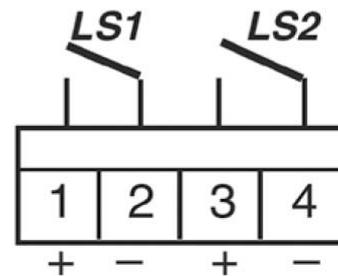

Рисунок 8. Подключение выключателей
### Выключатели (рис. 8)
Установите лепестковый блок (4) и закрепите его винтами. Схема электрического подключения приводится на рис. 8.